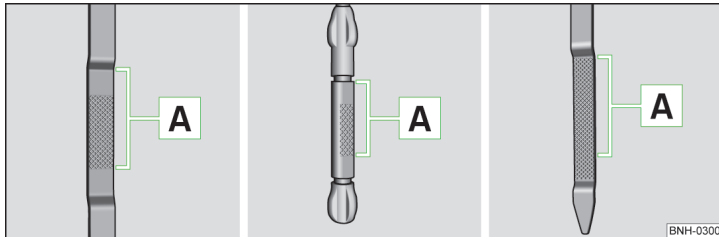

Abb. 125 Prinzipdarstellung: Ölmesstab
**Ölmesstab** » Abb. 125
- Der Ölstand darf keinesfalls oberhalb oder unterhalb des Bereichs **A** » Abb. 125 liegen - es besteht die Beschädigungsgefahr des Motors sowie der Abgasanlage!
- Liegt der Ölstand oberhalb des Bereichs **A** » Abb. 125, nicht weiterfahren! Den Motor abstellen und die Hilfe eines Fachbetriebs in Anspruch nehmen.